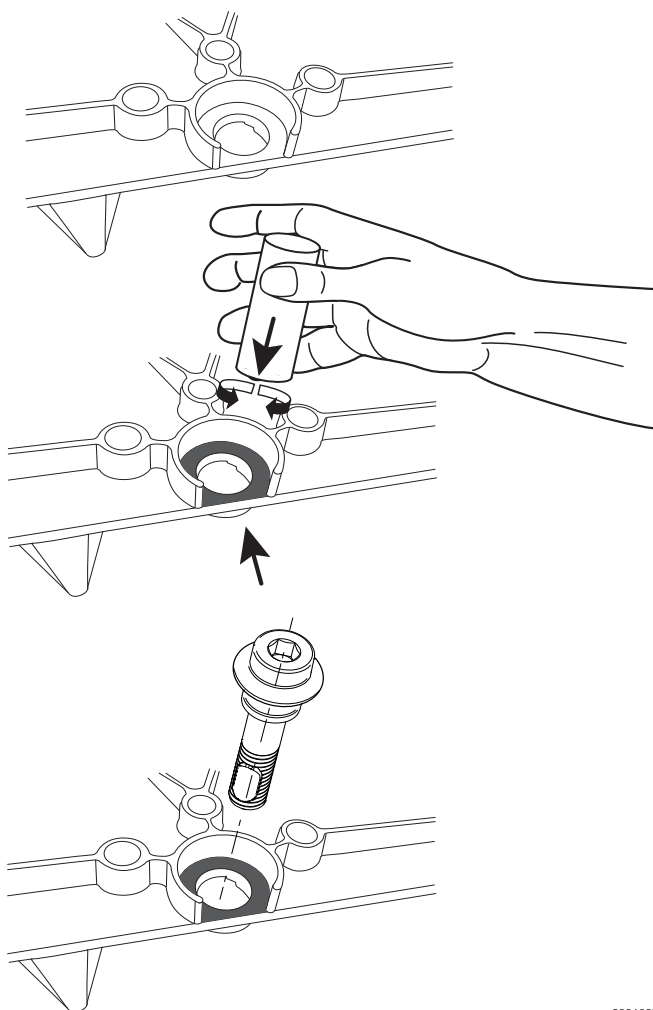

Abb. 84: Auftragen der Keramikpaste
- ➔ Tragen Sie Keramikpaste auf, wenn dort keine oder zu wenig vorhanden ist (s. Abb. 84).